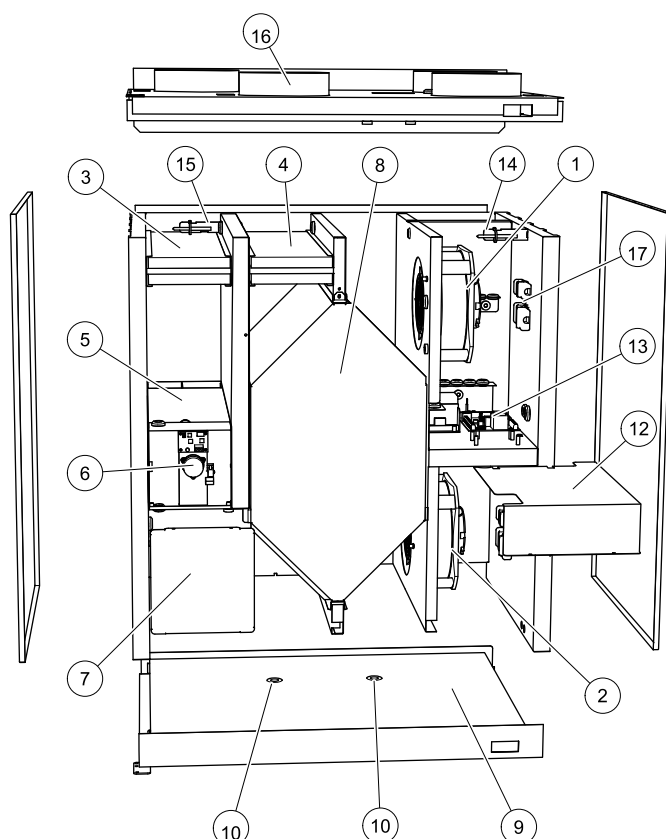

Рис. 15 Компоненты
Вентиляторы (поз. 1 и 2 рисунок 15) комплектуются двигателями с внешним ротором типа ЕС, и каждый из них можно по отдельности плавно регулировать в диапазоне от 20 до 100 %. Подшипники двигателя имеют пожизненную смазку и не требуют обслуживания. Порядок снятия вентиляторов для чистки см. в "Руководство по эксплуатации".
Встроенный клапан размораживания (поз. 5 рисунок 15) предназначен для размораживания, утилизации холода и регулирования температуры приточного воздуха установки. Он приводится в действие двигателем, работающим под управлением аналогового сигнала напряжения 0–10 В.
В зависимости от относительной влажности вытяжного воздуха на холодных поверхностях теплообменника может образовываться конденсат. Водяной конденсат собирается в поддон (поз. 9 рисунок 15) в основании установки и выводится через сливные отверстия (поз. 10 рисунок 15), расположенные с каждой стороны теплообменника. Сливные отверстия имеют размер ½" и наружную резьбу под подсоединение труб (глава 4.3.1).
Основная печатная плата (поз. 13 рисунок 15) предназначена для управления функциями и настройки температур установки. К контактам печатной платы можно подсоединить дополнительное внешнее оборудование. Подробнее см. схему электрических соединений.
- датчик температуры приточного воздуха (поз. 14 рисунок 15)
- датчик температуры наружного воздуха (поз. 15 рисунок 15)
- датчик температуры вытяжного воздуха (поз. 16 рисунок 15)
Вентиляторы не включаются	1. Проверьте состояние значка тревоги на дисплее установки. 2. Убедитесь, что все предохранители и быстроразъемные контакты подсоединены (быстроразъемные контакты и электропитание приточного и вытяжного вентиляторов, поз. 16 рисунок 15). 3. Убедитесь, что по составленному недельному расписанию вентиляторы должны РАБОТАТЬ. Возможно, по недельному расписанию вентиляторы должны быть выключены (глава 6.3) 4. Возможно, один из цифровых входов 1-3 (DI 1-3) сработал и поэтому вентиляторы выключены. При срабатывании входа один или оба вентилятора могут принудительно выключаться в зависимости от настройки параметров (пункт глава 6.4).